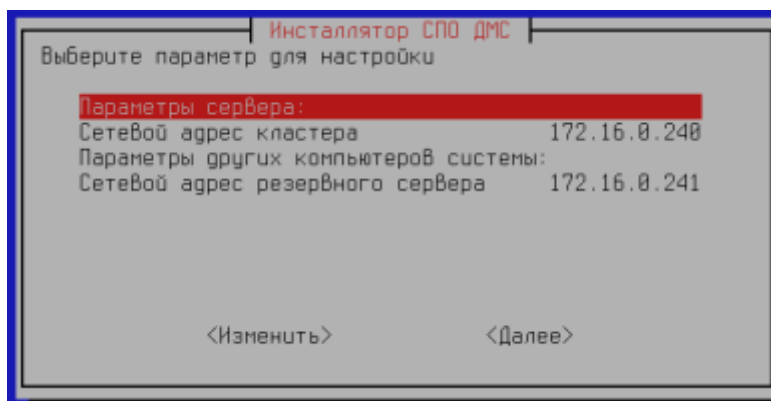
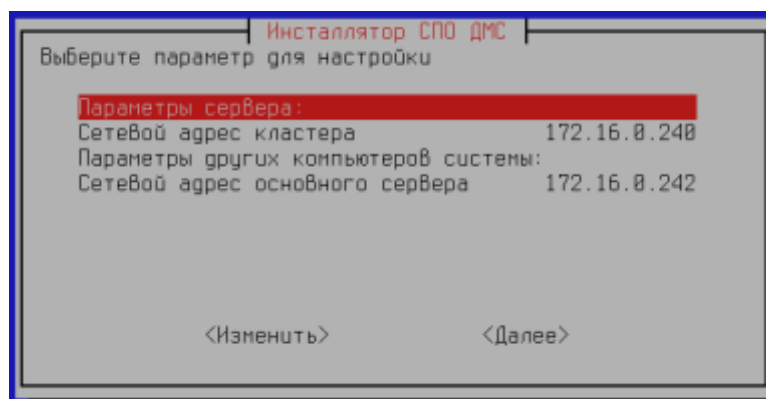

Рисунок 23 — Настройка основного сервера баз данных в режиме резервирования
Рисунок 24 — Настройка резервного сервера баз данных
1) Дополнительные параметры для серверов баз данных требуются при использовании резервирования. В этом случае для основного сервера необходимо указать IP-адрес резервного сервера, а для резервного IP-адрес основного сервера. Для обоих серверов необходимо задать IP-адрес кластера (Рисунок 23 и Рисунок 24):